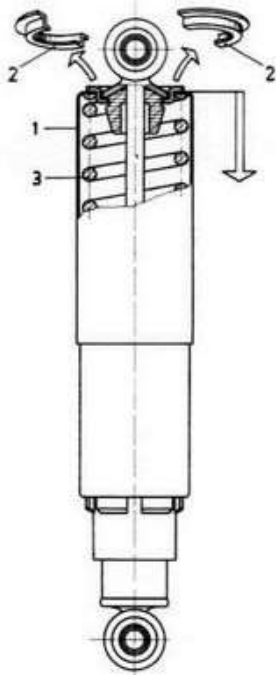
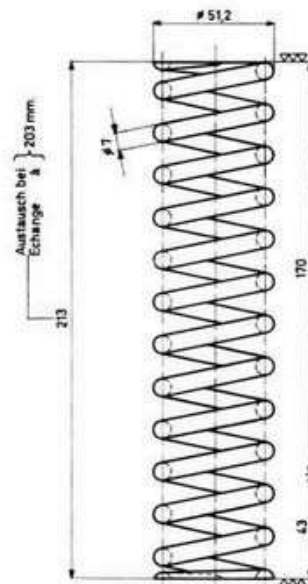

Fig. 12
Fig. 13
3.2 DEMONTAGE DER STOSSDAEMPFER-FEDER (Fig. 12)
- Obere Schutzhülse (1) nach unten ziehen, dann die beiden Halbmond-Keile (2) entfernen
- Schutzhülse (1) entfernen
- Stossdämpfer-Feder demontieren und deren Länge laut Fig. 13 kontrollieren.
3.2 DEMONTAGE DU RESSORT D'AMORTISSEUR (fig. 12)
- Tirer la protection (1) vers le bas et extraire les deux demi-clavettes circulaires (2)
- Démontier la protection (1)
- Démontier le ressort d'amortisseur (3) et en contrôler la longueur selon fig. 13.